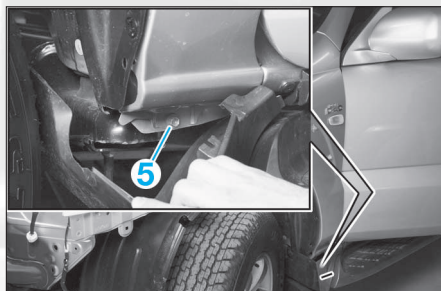

FIG. 19
- Déposer les vis de fixation (4).
- Déposer la vis de fixation (5) (Fig.19).